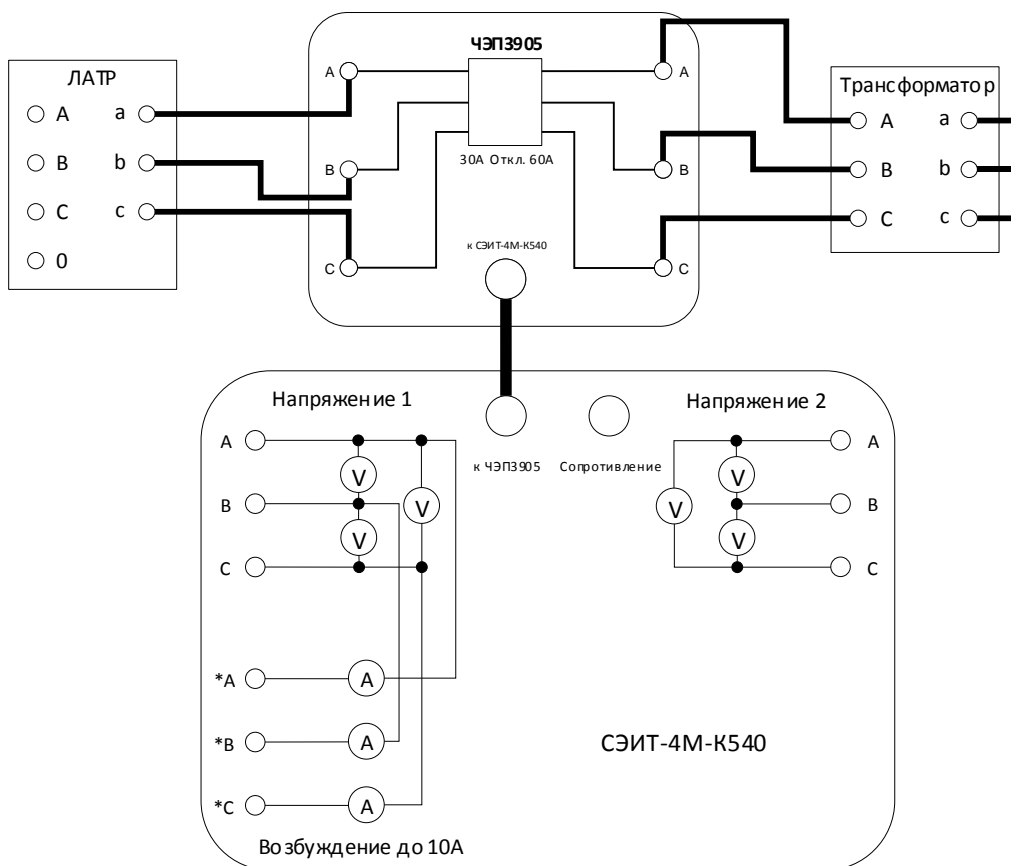

Рис. 19. Схема соединений для опыта К3 с использованием БТТ.
5.4.2. При использовании БТТ собирается схема, представленная на рис. 19.